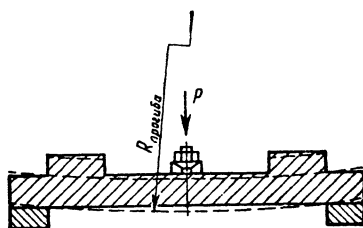

Рис. 26. Неправильное крепление заготовки на столе фрезерного станка
79. Выбор места зажима заготовки. Требуется закрепить заготовку на столе высокоточного фрезерного станка. Фрезеровщик выполнил это, как показано на рис. 26.